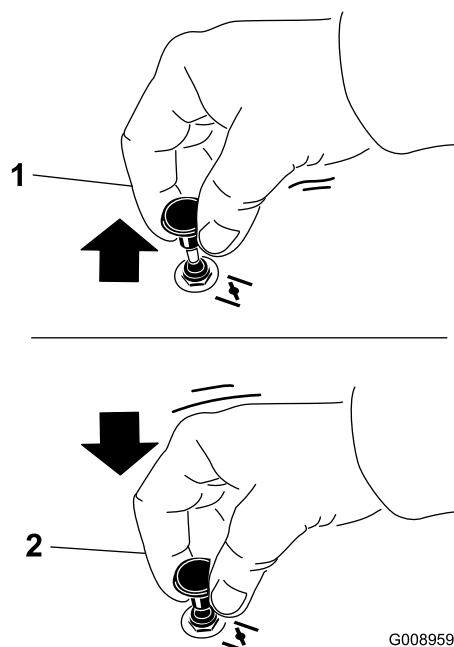

Figura 29
1. Tire hacia arriba del mando para engranar el estárter antes de usar el interruptor de encendido (Figura 29).
2. Presione hacia abajo el mando del estárter para desactivar el estárter después de que el motor arranque (Figura 29).